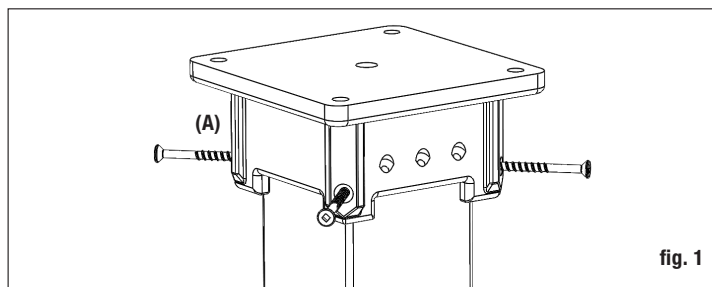

fig. 1
Paso 2 Inserte el poste en el anclaje. Fije con cuñas según sea necesario para alinear el poste. Taladre previamente los agujeros de las esquinas. Use (4) tornillos de construcción exterior N.º 30 x 6 cm (12 x 2.5 in) (A) para sujetar el anclaje al poste de 10.2 x 10.2 cm (4x4 in). No apriete los tornillos en exceso. Gire el poste. (fig. 1)